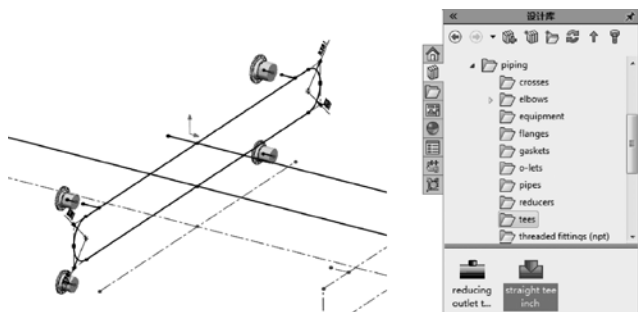
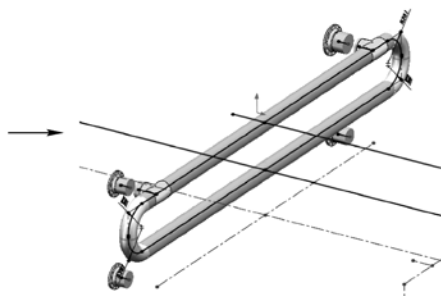

图 3-34 绘制竖向圆弧线和与其相连线效果
图 3-35 拖放三通效果
STEP 4 单击“管道设计”工具栏中的“编辑线路”按钮，重新进入线路编辑状态，然后沿步骤 3 绘制的辅助线首先绘制竖向的圆弧线和与其相连的线（如图 3-34 所示，圆角会自动生成），然后拖动“设计库”中的“straight tee inch”文件（三通）到所绘线的三通位置处进行布线，如图 3-35 所示。